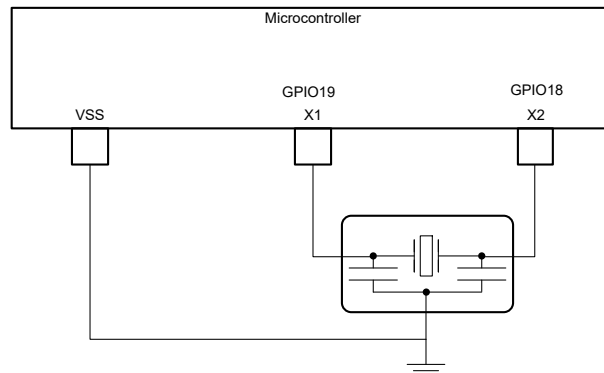

図 6-13. 外部共振子
- 外部共振子。図 6-13 に示すように、X1 と X2 の間に共振子を接続し、そのグランドを VSS に接続する必要があります。